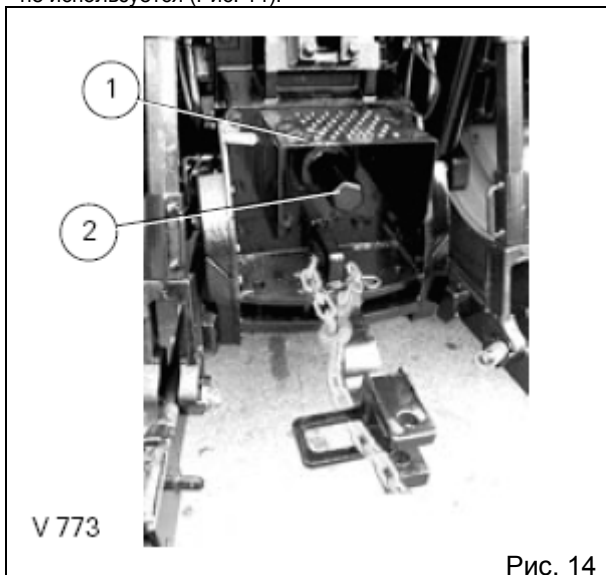

Рис. 14
Следите за тем, чтобы защитный кожух механизма отбора мощности (1) находился на месте в то время, когда карданная передача механизма отбора мощности не используется (Рис. 14).